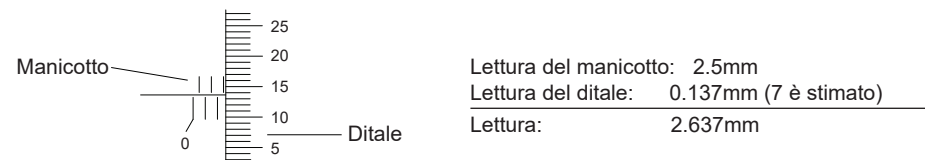

Fig.1
- Serrare la vite di bloccaggio, ruotare il manicotto con la chiave (Fig. 1) e regolare la lettura a zero.